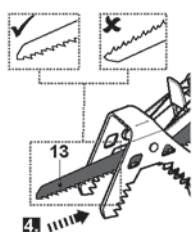

Fig. 3
- > Insérez une lame de scie adéquate [13] à fond dans la douille [3], puis relâchez la bague [4] (Fig. 3, 4).